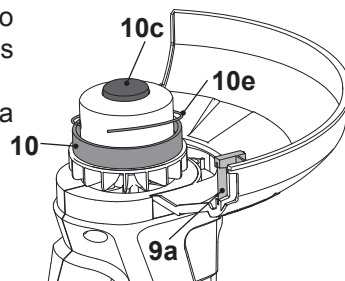

Fig. 13
1. Bata com o amortecedor (10c) sobre um piso rijo e a cabeça do aparador (10) irá soltar as linhas de aparar (10e).
2. As linhas em excesso serão cortadas pela faca (9a) (Fig. 13).